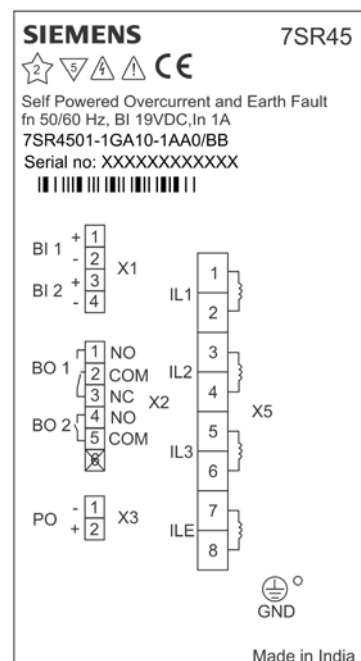

Bild 1-3 Klemmen-/Verdrahtungsplan
5. Verkabeln Sie die Rückseite des Schutzgeräts wie im Diagramm dargestellt. Einzelheiten zum Klemmenplan siehe Bild 1-3. Tabelle 1-1 führt die empfohlenen Anschlussklemmen auf. Für die Verbindung der Stromeingänge mit dem X5-Anschluss können Sie, falls nötig, die Unterlegscheiben aus dem Lieferumfang verwenden.
6. Das Erdungskabel sollte, wie in Bild 1-3 gezeigt, mit einem Massivleiter 2,5/4 mm² angeschlossen werden und dieses sollte auf dem kürzest möglichen Weg mit dem Erdungsanschluss/-bus in der Schalttafel oder im Schaltschrank verbunden werden.
- Vor der Inbetriebnahme des Geräts müssen Sie sicherstellen, dass das Gerät über die Schutzklemme auf der Rückseite geerdet ist. Siehe Bild 1-3.